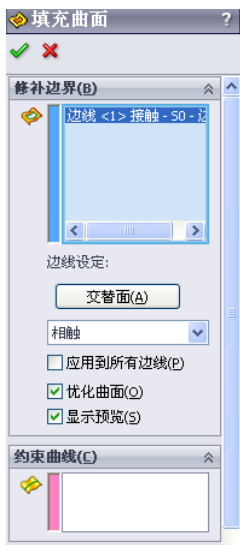
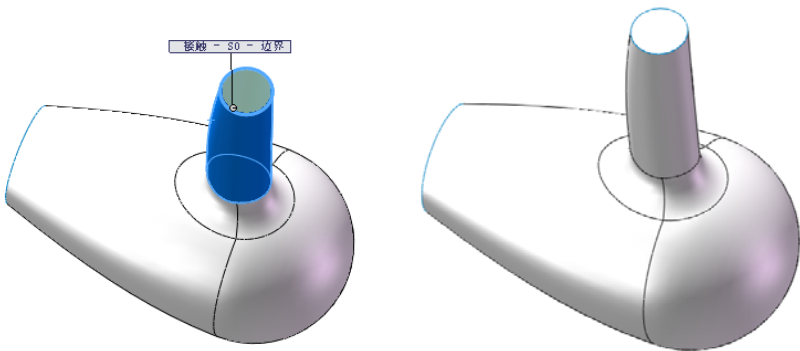

图 9-89 “填充曲面”属性管理器
图 9-90 填充曲面结果
(12) 填充曲面。选择菜单栏中的“插入”→“曲面”→“填充”命令，或者单击“曲面”工具栏中的（填充曲面）按钮，此时系统弹出如图 9-89 所示的“填充曲面”属性管理器。在视图图中选择如图 9-89 所示的边线。单击属性管理器中的（确定）按钮，结果如图 9-90 所示。